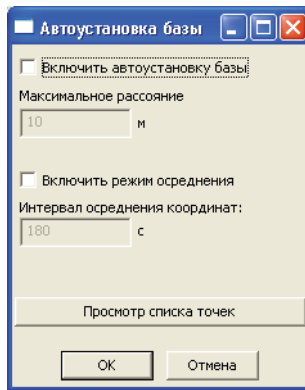

Рис. 3-22. Настройки базового приемника
11. Для базового приемника нажмите значок **Автоустановка базы** и настройте нижеописанные параметры (Рис. 3-22 на стр. 3-25), затем нажмите **ОК**.